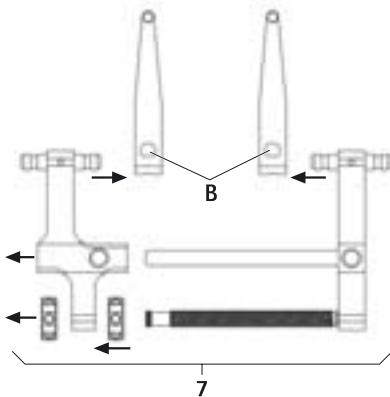

Fig. 2
- Smontare il distrattore 7 con le valve da distrazione, vedere Fig. 2: azionare il pressore B e rimuovere la valva da distrazione FW239R.